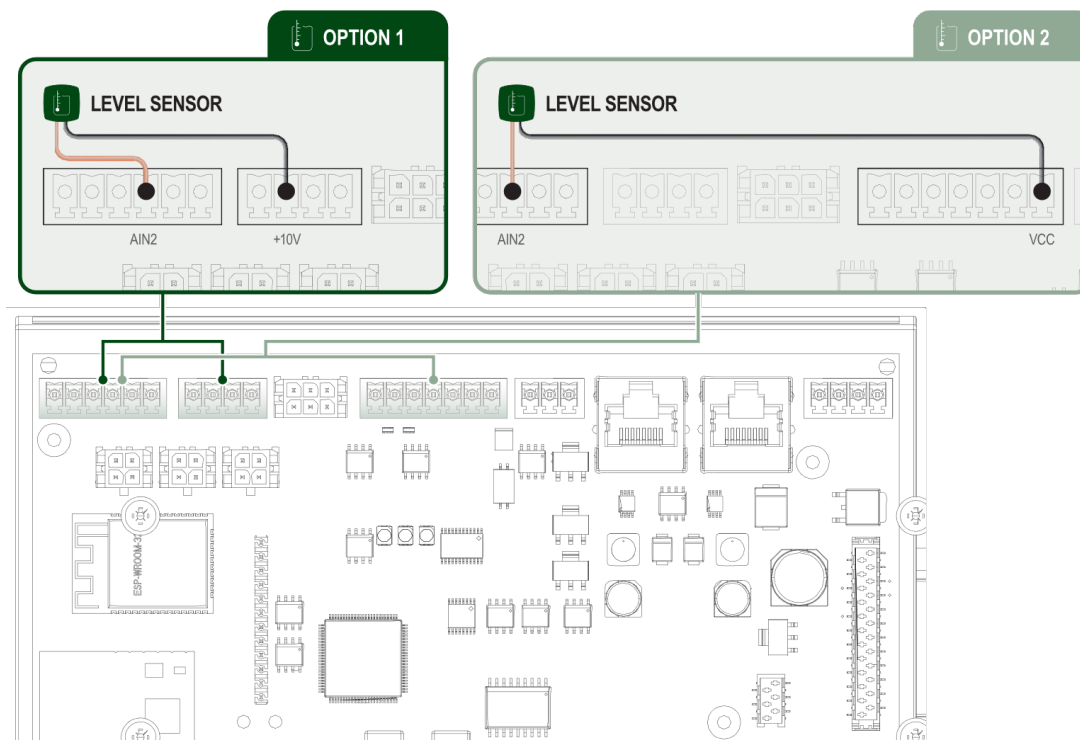

Fig. 18 Collegamento ai morsetti
A E/S ESY controla o nível de água através do sensor de profundidade de corrente de 4/20 mA de dois fios. O sensor pode ser alimentado até 12V DC (Opção 2, ver Fig. 18), e o intervalo pode ser definido a partir do aplicativo "H2D". O sensor de nível deve ser conectado diretamente ao bloco terminal, como na Fig. 18°. A ligação é possível através da Opção 1 ou da Opção 2. O sensor de profundidade tem uma polaridade, verifique o diagrama de fiação antes de conectar.
1. Sensor de nível a ser usado para monitorar o nível de água no tanque de coleta. Para a fiação, conecte o cabo de alimentação ao terminal AIN2 e +10V ou AIN2 e VCC (ver Fig. 18).